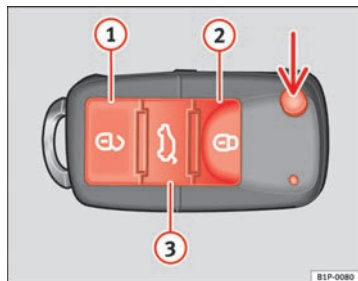

Abb. 62 Tastenbelegung
Mit der Taste ⇒ Abb. 62 (Pfeil) der Fernbedienung wird der Schlüsselbart ausgeklappt.
Fahrzeug entriegeln  ⇒ Abb. 62 ①. Die Türen und die Heckklappe werden entriegelt.
Fahrzeug verriegeln  ⇒ Abb. 62 ②
Heckklappe entriegeln. Die Taste  ⇒ Abb. 62 ③ betätigen, bis alle Blinkleuchten am Fahrzeug kurz aufleuchten. Nach Drücken der Entriegelungstaste  ③ können Sie die Heckklappe innerhalb von 2 Minuten öffnen. Nach Ablauf dieser Zeit wird die Heckklappe wieder verriegelt.
Zudem blinkt die Batterie-Kontrollleuchte des Schlüssels ⇒ Abb. 62 auf.
- Betätigen Sie die Taste  ⇒ Seite 111, Abb. 62 an der Funk-Fernbedienung.